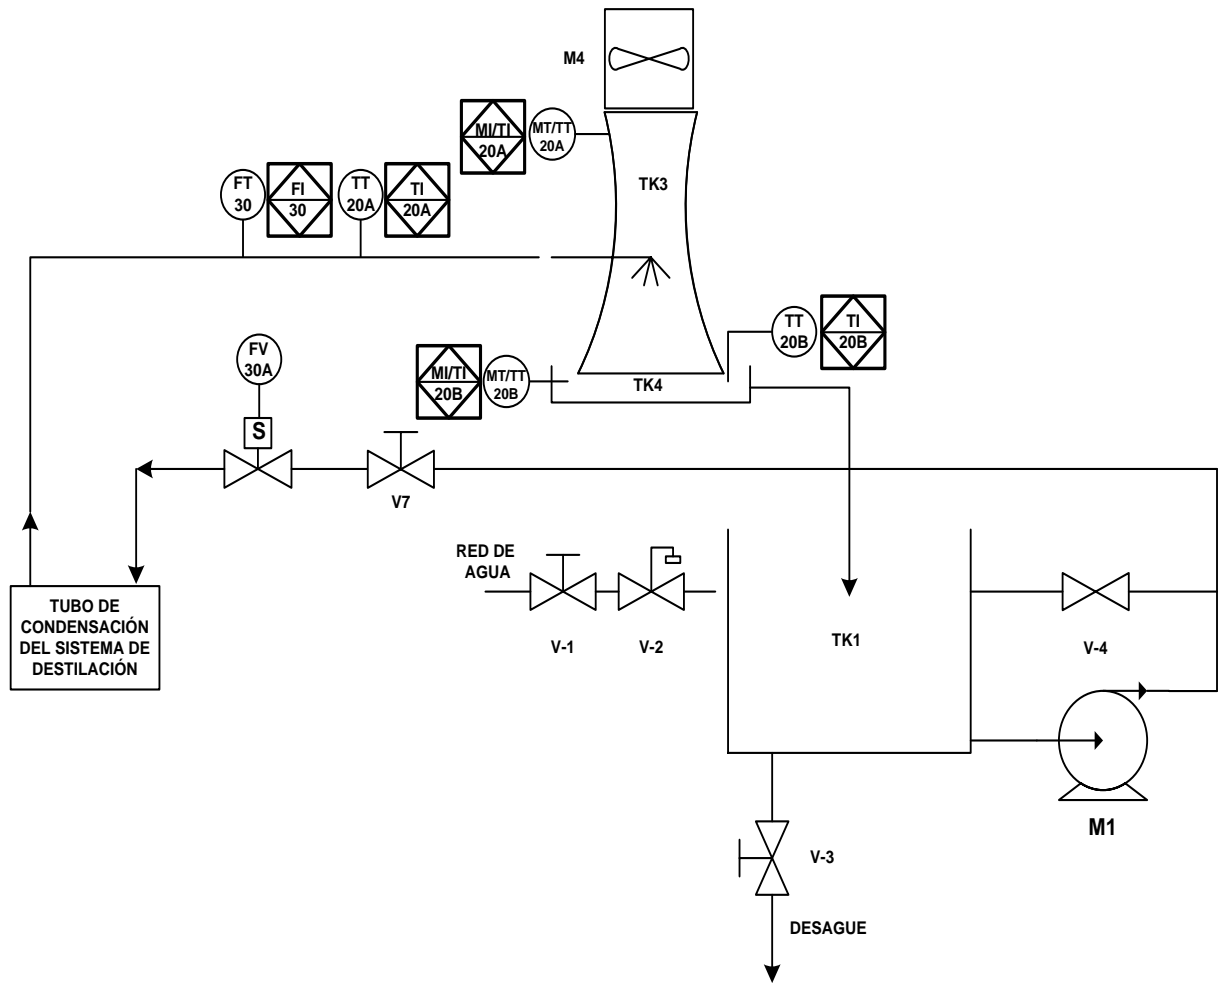

Figura 15. P&ID del Sistema de Refrigeración [11]
- El sensor de caudal “FT-30”, que mide el caudal de agua a través de la tubería que conecta a “C1” y la torre de enfriamiento. (Ver figura 15)
- Dos sensores de temperatura y humedad relativa “MT/TT-20A” y “MT/TT-20B”, instalados en la parte superior e inferior de la torre de enfriamiento, los cuales miden la temperatura de bulbo seco y bulbo húmedo y la humedad relativa y la transmiten al controlador, y a su vez permiten evaluar la eficiencia de la torre de enfriamiento. (Ver figura 15)